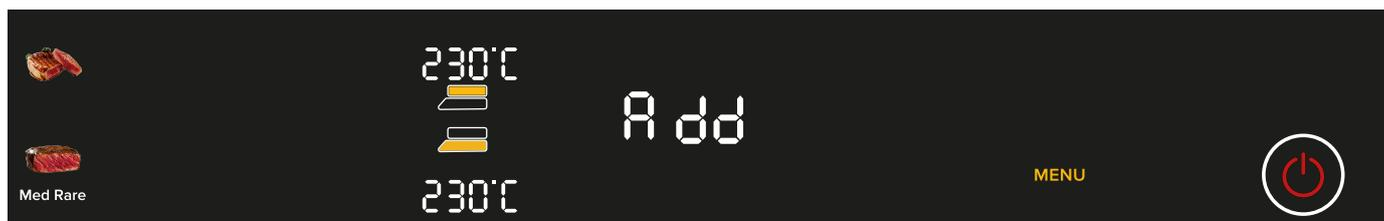

Рис. 12
6. После предварительного нагрева раздастся 3 звуковых сигнала, на цифровом индикаторе времени отобразится «Add», как показано на рис. 12. В это время необходимо добавить продукты.